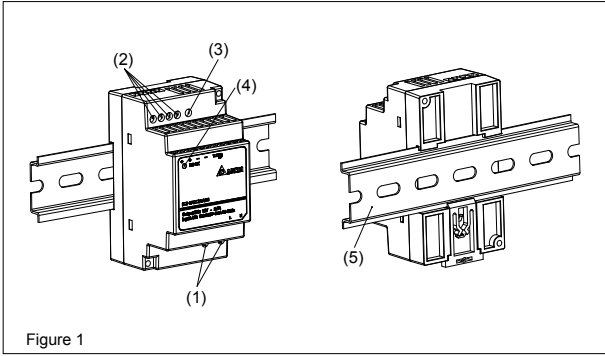
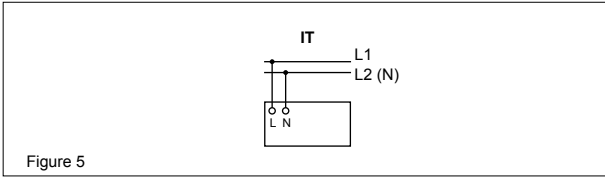

Figure 1
Figure 5
2. Gerätebeschreibung (Abb. 1)
5.1. Anschluss der Eingangsklemmen (Abb. 1, Abb. 5)
Verwenden Sie die Eingangsklemmen L und N (Schutzleiter), um den 100-240Vac-Anschluss herzustellen. Abb. 5 zeigt den Anschluss an die unterschiedlichen Netztypen.
5.2. Anschluss der Ausgangsklemmen (Abb. 1 (2))
Verwenden Sie die Schraubklemmen „+“ und „-“, um den 12Vdc-Anschluss herzustellen. Am Ausgang stehen 12Vdc zur Verfügung. Die grüne LED „DC OK“ zeigt die korrekte Funktion des Ausgangs an (Abb. 1 (4)). Das Gerät verfügt über einen Kurzschluss-, Überlast- und Überspannungsschutz, der auf 17.4Vdc begrenzt ist.